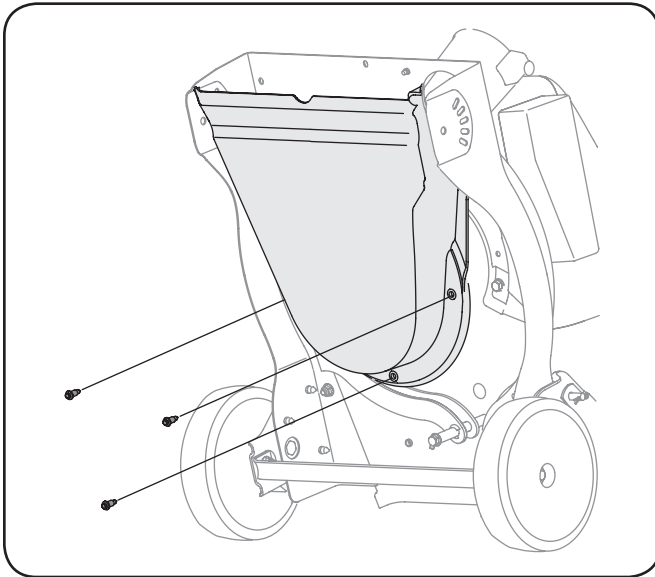

Figura 7-4
- Incline la unidad con cuidado y apóyela hacia arriba para obtener acceso por la parte inferior al material de montaje del pico y al motor. Retire los tres tornillos con reborde que aseguran el pico de plástico negro a la caja inferior. Consulte la Figura 7-4.